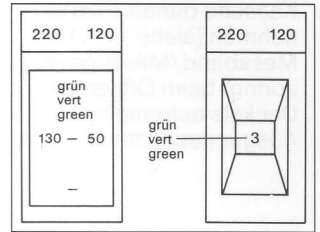

Fig. 13a
6.1. SINAR zoom: Die Zahlen im grünen Bereich des **Messbandes** (8) geben die Restfilmmenge in cm für den Rollfilm 120 resp. 220 an (Fig. 13a).
6.2. SINAR 67, 69 und panorama: Die **Messtrommel** (8) zeigt im grünen Bereich die Bildnummer der zu realisierenden Aufnahme an (Fig. 13a).
6.1. SINAR zoom: The figures in the green section of the **metering strip** (8) indicate the remaining film length in cm for rollfilm 120 and 220 (fig. 13a).
6.2. SINAR 67, 69 and panorama: In the green section the **frame counter** (8) indicates the number of the frame which will be realized next (fig. 13a).
6.1. SINAR zoom: Les chiffres de la zone verte du **ruban de mesure** (8) indiquent la quantité de film encore disponible en cm pour le rollfilm 120 resp. 220 (fig. 13a).
6.2. SINAR 67, 69 et panorama: Le **tambour de mesure** (8) indique dans la zone verte le numéro de l'image à réaliser (fig. 13a).